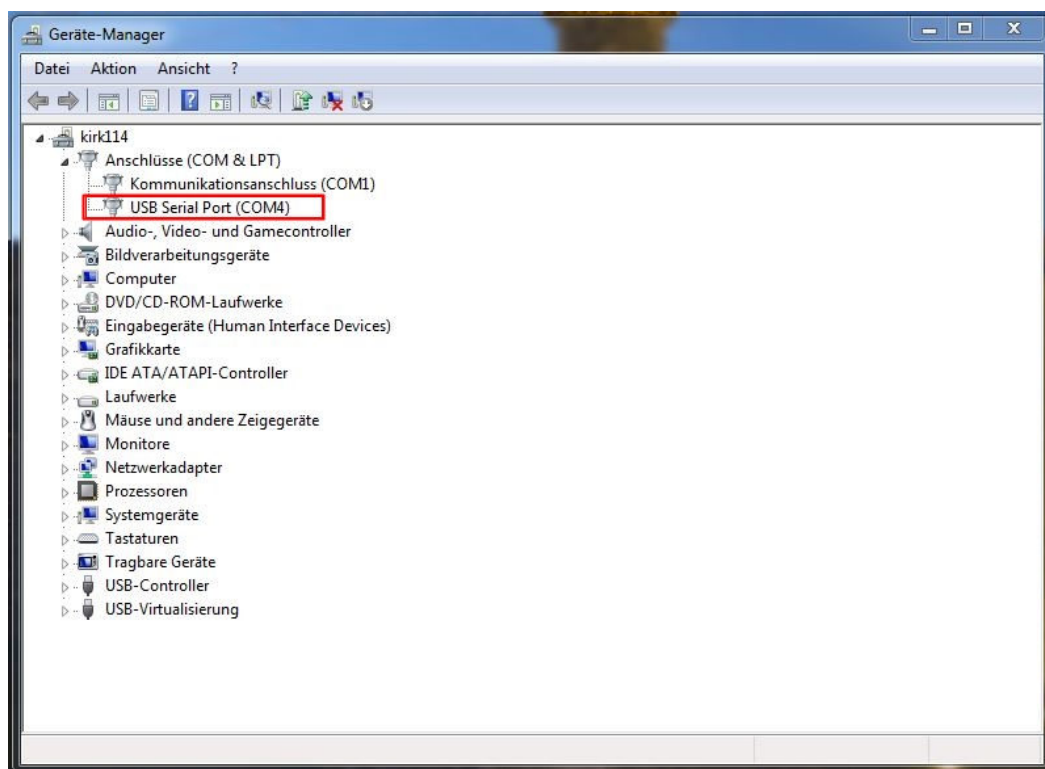
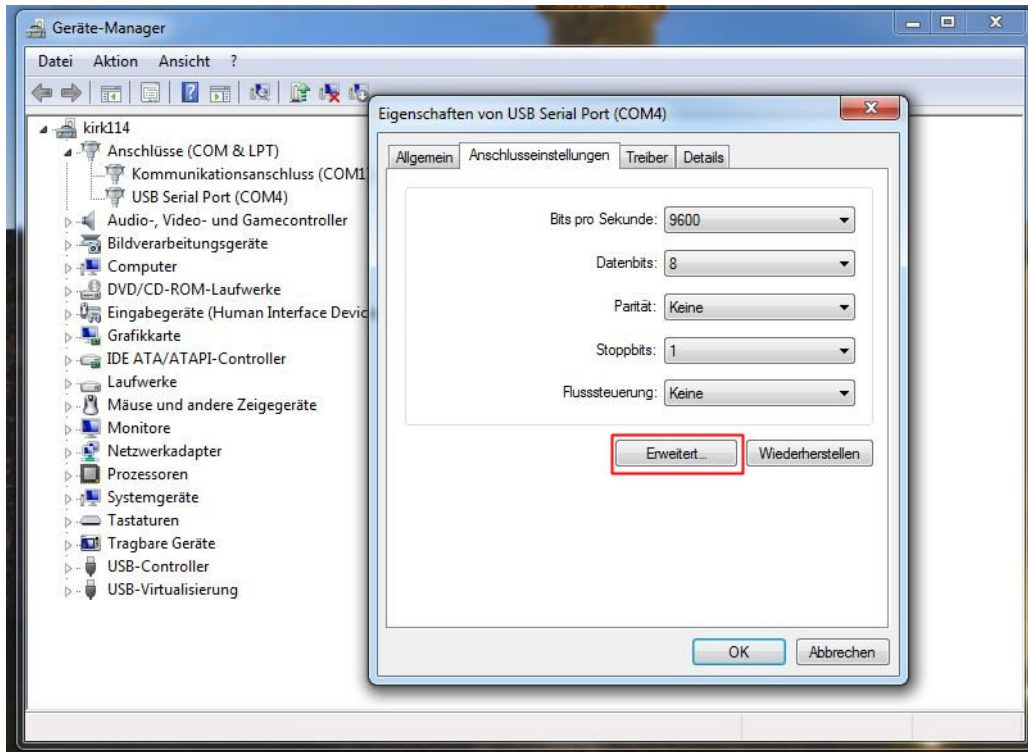
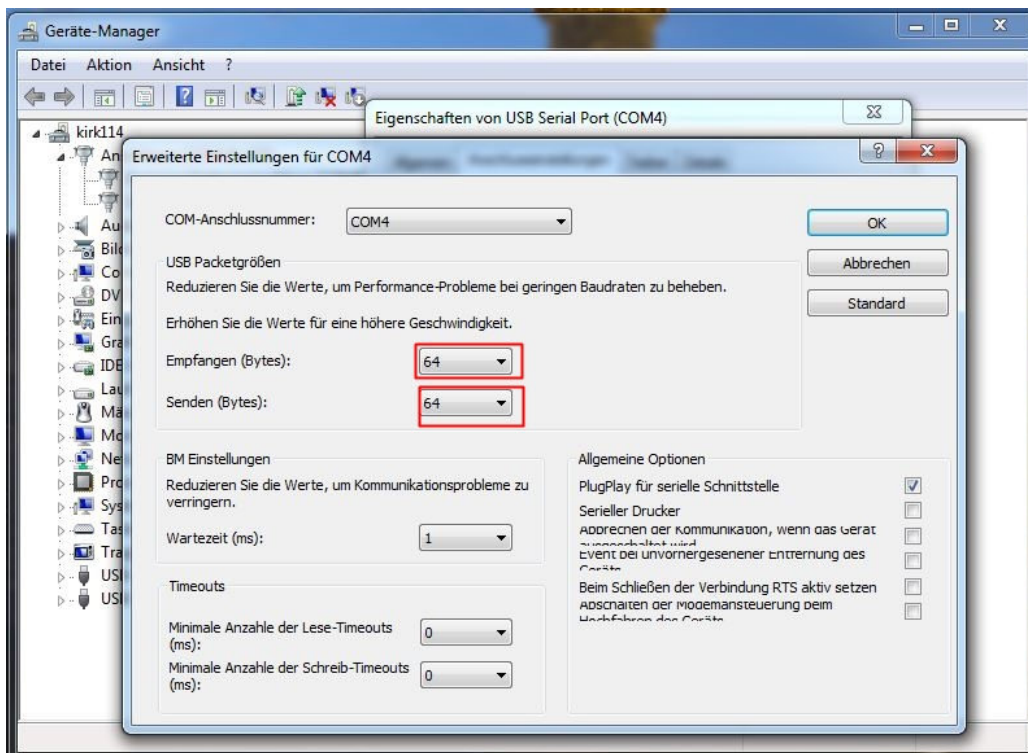

Abbildung 2.9. Gerätemanager
Abbildung 2.10 Eigenschaften von USB Serial Port
Abbildung 2.11 Erweiterte Einstellungen USB Serial Port
3. Falls kein serieller Anschluss auf der Rechnerseite existiert, kann auch ein serieller Anschluss Adapter verwendet werden. Dabei muss beachtet werden, dass der Empfangen/Senden Puffer bei den Einstellungen auf niedrigste Byte gesetzt werden muss. Zuerst wird der Goliath 90 Frequenzumrichter an den Rechner angeschlossen. Es erscheint ein neuer Port. Die Einstellung für den Empfangen/Senden Puffer befindet sich unter Systemsteuerung >Gerätanager > Anschlüsse(COM &LPT) (Abbildung 2.9) . In den Anschlüssen muss der neu hinzugefügter Port ausgewählt werden. Mit einen Rechtsklick geht man in die Einstellungen rein. Dann wird unter **Reiter Anschlusseinstellungen** in das Menu **Erweitert...**(Abbildung 2.10) geklickt. Dort erkennt man die Einstellung Empfangen/Senden Puffer. Diese muss auf niedrigste Byte eingestellt werden. (Abbildung 2.11)